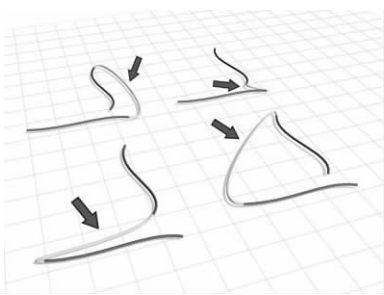

图 5-63 创建混合曲线 ▲
- (创建混合曲线): 将一条曲线的一端与其他曲线的一端连接起来,从而混合父曲线的曲率,以在曲线之间创建平滑的曲线。可以将相同类型的曲线、点曲线与 CV 曲线相混合,也可以将从属曲线与独立曲线混合起来,如图 5-63 所示。